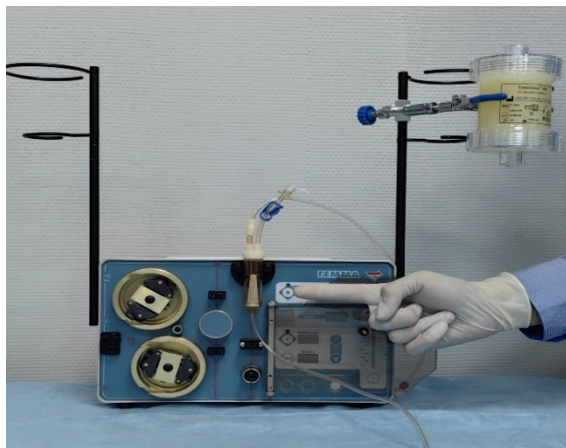
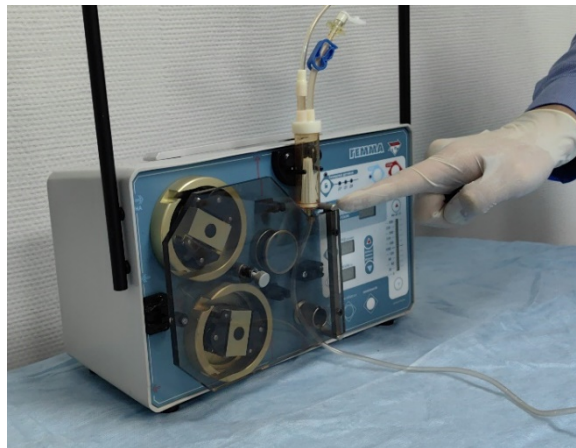

Рисунок 2.2
Рисунок 2.3
- 2.2. Установите воздушную ловушку линии возврата в датчик уровня (рис. 2.2). Обратите внимание, воздушная ловушка устанавливается таким образом, чтобы её нижняя часть не мешала закрытию защитного стекла аппарата (рис. 2.3)